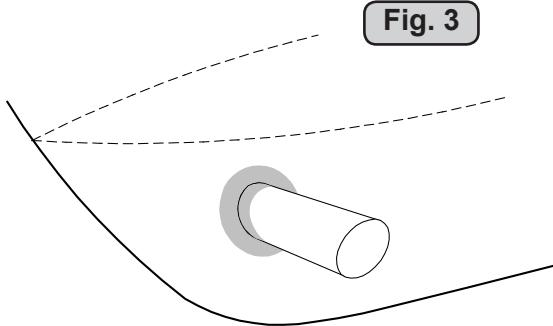

Fig. 3
If the tunnel gets to short (normally only in the bottom section of the tunnel) you can get cavitation problems as the water will not have had time to "straighten" itself before reaching the propeller (Fig. 3&4). This cavitation will reduce performance as well as creating a lot of noise.
Dersom tunellen blir for kort (normalt bare i nedre del av tunellen) kan det oppstå kavitasjons problemer da vannet ikke har tid / av-stand til å «rette opp strømningsretningen» før det treffer propellen (Fig. 3&4). Denne kavitasjonen vil redusere effekten og lage mye støy.
2. The curved tunnel end makes the thruster take water also from along the hull-side, creating a vacuum that will suck the boat sideways and thereby give additional thrust (Fig. 3 & 4).
2. The drag will also be reduced a lot, especially in fast power boats, by making a deflector / spoiler in front of the tunnel. This will push the water flow out from the hull so that most of it passes by the back face of the tunnel (Fig. 3).
2. Motstanden vil også reduseres av en spoiler i forkant av tunnelen. Spoileren fører det meste av vannstrømmen rundt og forbi tunnelen. Størrelsen og utformingen på spoileren avhenger av båten. Hovedregelen er at bakkanten av tunnelen ikke skal synes når man står rett foran båten å titter akterover langs båten senterlinje. Den enkleste måten å lage spoileren på er å la tunnelen stikke ut i forkant av tunnelen, og forme spoileren opp mot den (Fig. 3).
Grind off the gelcoat and polyester so that you are down in the "real fibreglass" in an area of 12cm around the hole both inside and outside in the hull to cast the tunnel to the hull (Fig. 3).
Puss av gelcoat og polyester så glassfiberen ligger bar i et 12 cm stort område rundt tunnel hullet. Dette må gjøres på innsiden og utsiden av skroget, før tunnelen støpes fast i skroget (Fig. 3).